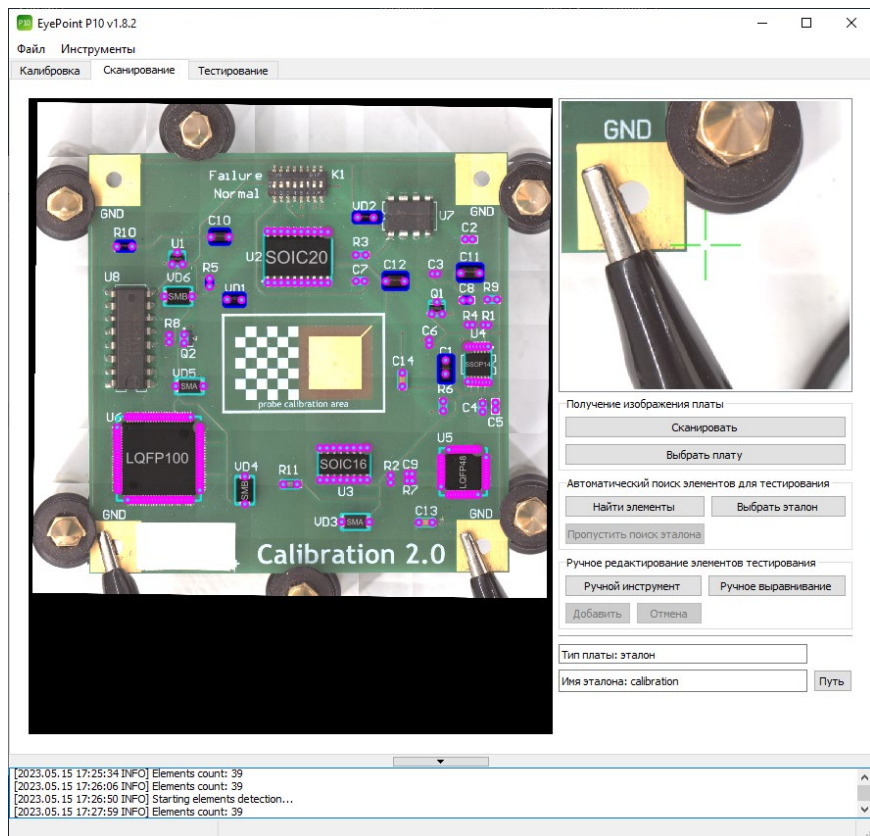

Рисунок 26. Результат наложение эталона на тестовую плату
- 1.3. На изображении проверяемой платы в рабочей зоне вкладки «Сканирование» отобразятся наложенные точки эталона (Рисунок 26).